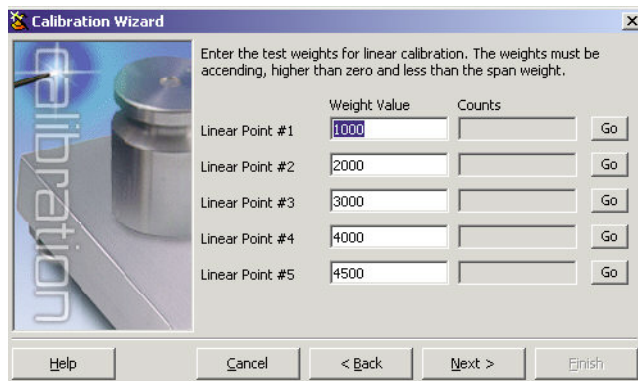

Figura 4-9. Pantalla de calibración lineal iRev
7. Si se está llevando a cabo una calibración lineal de puntos múltiples, se pueden ingresar hasta cinco valores más de peso de calibración en la pantalla mostrada en la Figura 4-9. Los pesos tienen que estar en orden ascendiente y no pueden incluir cero ni el peso de alcance. Ingresar los valores de peso y hacer clic en el botón *Go* [Ir] para calibrar cada punto.